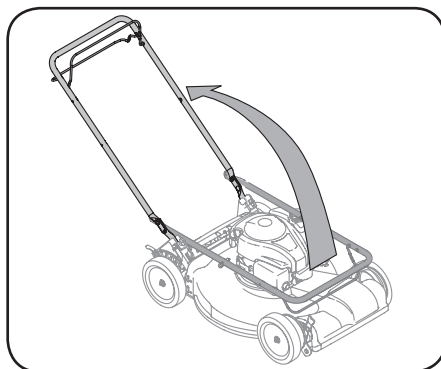

Figure 2-12
2. Placez le levier à la position désirée pour régler la hauteur de coupe. Voir Figure 2-11 pour les roues standard et Figure 2-12 pour les roues surdimensionnées.